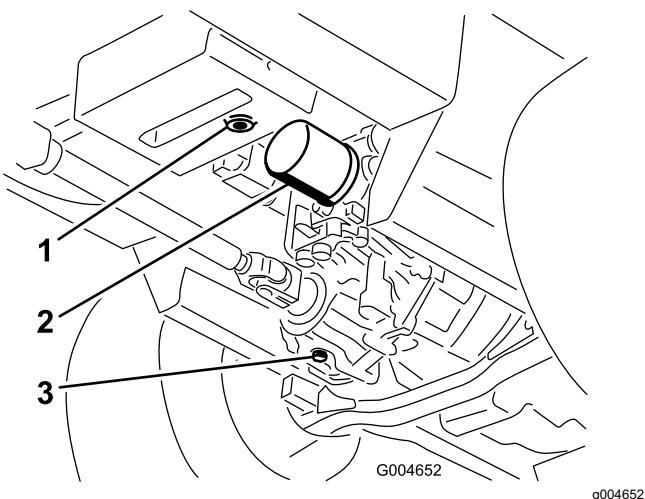

Figura 96
- Limpie la zona alrededor del filtro de aceite hidráulico y retire el filtro (Figura 96).
- Coloque un recipiente grande debajo del depósito de aceite hidráulico y el alojamiento de la transmisión y retire los tapones; deje que se vacíe todo el aceite hidráulico (Figura 96).